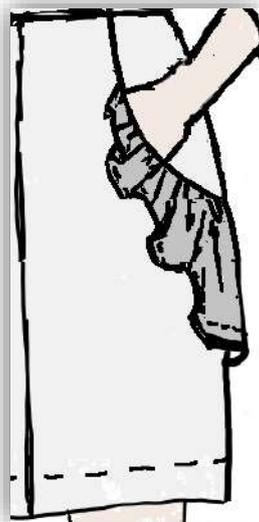

Рисунок 1 – Фрагмент платья. Левая нижняя часть переда
Второй этап: Моделирование фрагмента заданной модели «**Левая нижняя часть переда с карманом**» женского платья (стр. 7, рис. 1) в натуральную величину и изготовление лекал
Третий этап: Изготовление (пошив) образца фрагмента заданной модели (стр. 7, рис. 1) женского платья.
1) Внешний вид фрагмента заданного изделия должен полностью соответствовать техническому рисунку модели и художественно-техническому описанию (стр. 3, табл.1) и рисунку фрагмента (стр. 7, рис. 1).